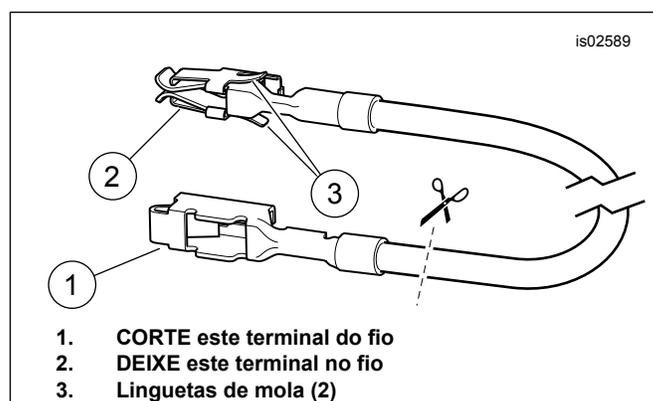

Figura 8. Fio adaptador do bloco de fusíveis (Dyna e Softail)
3. Veja Figura 22. Pegue o fio laranja/branco adaptador do bloco de fusíveis (9) do kit. Observe o terminal em cada extremidade (veja Figura 8). Somente o terminal com linguetas de mola caberá neste bloco de fusíveis. Corte cuidadosamente o terminal não usado do fio e descarte-o.